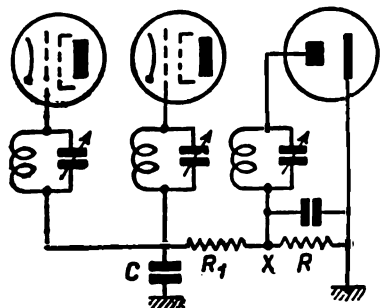

Fig. 106. Twee H.F.-lampen, waarop van X uit via R_1 sluiersings-compensatie werkt.
W. — Je tegenwerping is nog zoo gek niet, Vraagal. Teneinde de werking van de oogenblikkelijke veranderingen van den door de diode gelijkgerichten stroom te voorkomen en op de H.F.- en M.F.-lampen alleen de gemiddelde waarde van de trillingen te laten inwerken, schakelt men dan ook tusschen het punt X en de roosters der lampen een systeem, dat de werking der spanningen vertraagt en ze in zeker opzicht samentelt om het gemiddelde er van te laten passeeren. Die inrichting bestaat uit een weerstand R_1 van hooge waarde en een condensator C. De weerstand verzet zich tegen den onmiddellijken doortocht van de spanningen; de condensator nivelleert de oogenblikkelijke spanningen. De werking van het geheel R_1C heeft een zekere overeenkomst met die van de zelfinductie en van den condensator in den voedingsfilter (fig. 106).